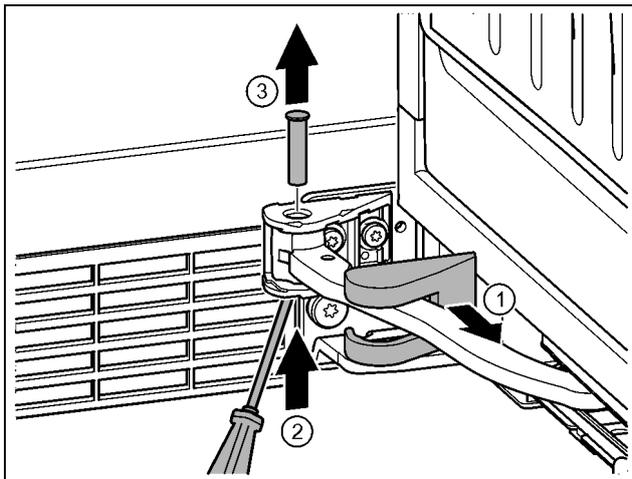

Fig. 15
► Togliere la copertura del blocco di supporto e spingerla lungo lo snodo. Fig. 15 (1)
► Sollevare dal basso il perno con un dito o un cacciavite. Fig. 15 (2)
► Portarsi con un cacciavite sotto la testa del perno ed estrarre. Fig. 15 (3)